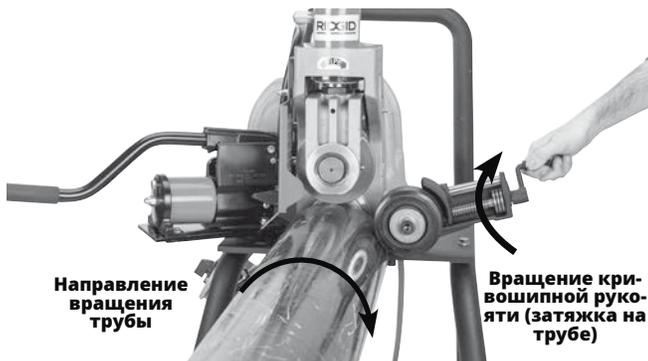

Рис. 15 - Смещение трубы на $\frac{1}{2}^\circ$, (утрировано)
3. Поверните кривошипную рукоять стабилизатора, чтобы ролик коснулся трубы. Поверните кривошипную рукоять еще на один (1) оборот, чтобы предварительно прижать ролик к трубе. (рис. 15). Не тянитесь руками через трубу, чтобы отрегулировать стабилизатор.
4. Займите удобное рабочее положение, которое обеспечит управление станком и трубой (см. рис. 15).